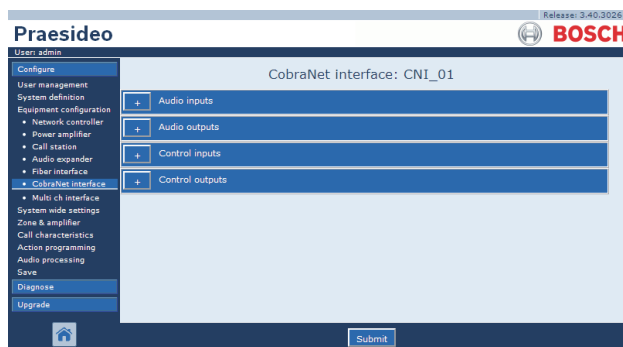

figura 44.39: Configurar uma interface CobraNet, passo 2
- 2 Clique no nome da interface CobraNet que pretende configurar. Aparece um ecrã semelhante ao da figura 44.39 na moldura principal da interface da Web.